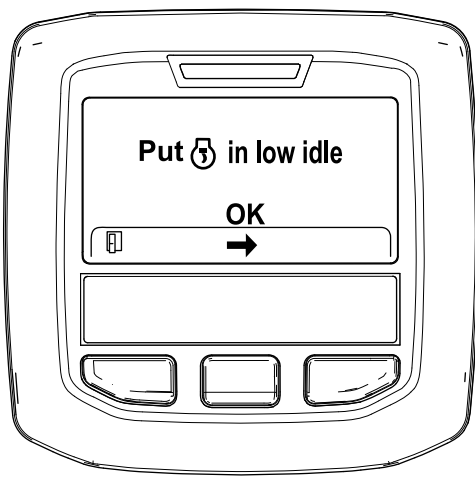

Figura 41
- Mueva el control del acelerador en RALENTÍ BAJO y pulse el botón central (Figura 41).